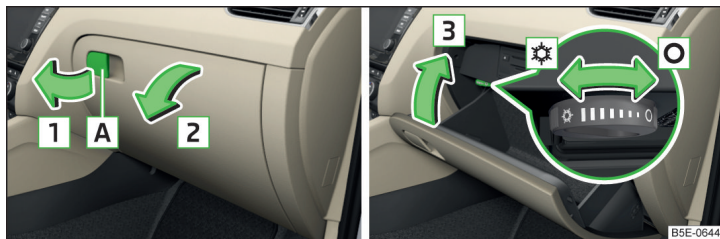

Fig. 87 Operar el compartimento guardaobjetos / Cerrar el compartimento guardaobjetos y operar el suministro de aire
- Para **abrir**, tirar el tirador **A** en el sentido de la flecha **1** y plegar la tapa en el sentido de la flecha **2** » fig. 87.
- Para **abrir**, girar el botón giratorio hasta el tope en la posición  » fig. 87.